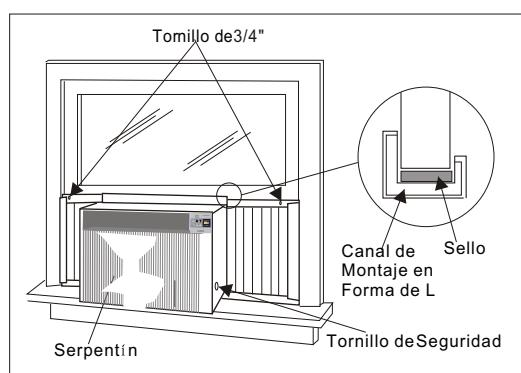

Fig. 12
B. Vuelva a instalar los tornillos del armazón deslizable (que se quitaron anteriormente) de ambos lados del gabinete. Vea la (Fig. 12). Asegure la parte superior de los marcos al marco de la ventana con 2 tornillos de 3/4".
C. Ahora, asegure el marco inferior de las persianas con una grapa y un tornillo de 3/4" de cada lado (Fig. 12).